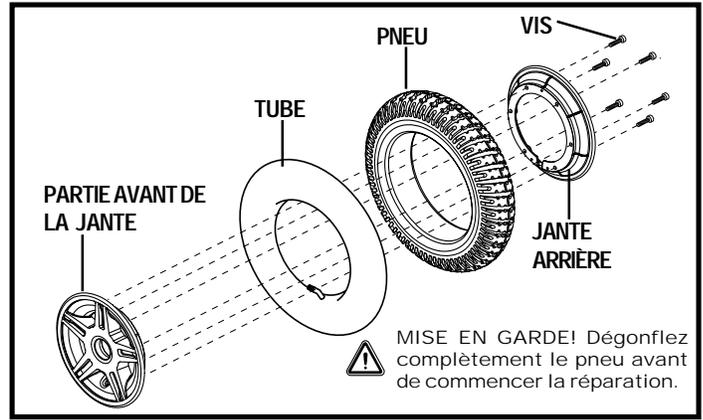

Figure 21. Roue motrice démontée
6. Retirez les vis qui retiennent les deux sections de roues ensemble. Voir la figure 21.